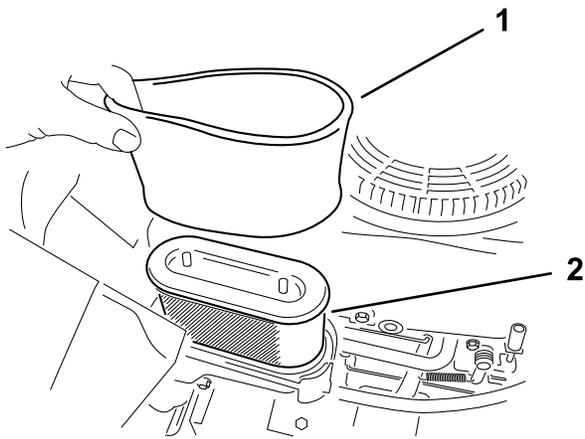

Figura 37
5. Retire cuidadosamente los elementos de espuma y papel de la carcasa del limpiador de aire (Figura 37).
- Nota:** Si está muy sucio, cambie el elemento de papel (Figura 37).
1. Instale el filtro de espuma sobre el filtro de papel (Figura 37).